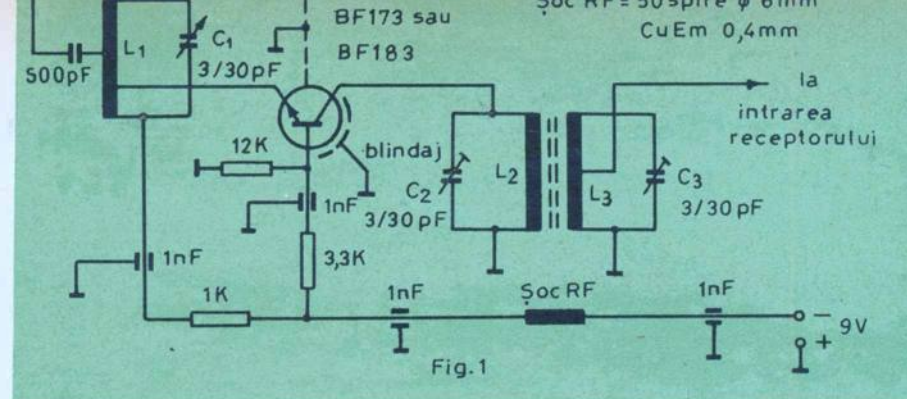

Fig. 1
Primul montaj (fig. 1) se compune dintr-un etaj amplificator de radiofrecvență echipat cu un tranzistor de fabricație I.P.R.S. Băneasa de tip n-p-n- BF173; se pot folosi cu rezultate mai bune BF180 (183) precum și alte tipuri ce au un $f_t \geq 300$ MHz.